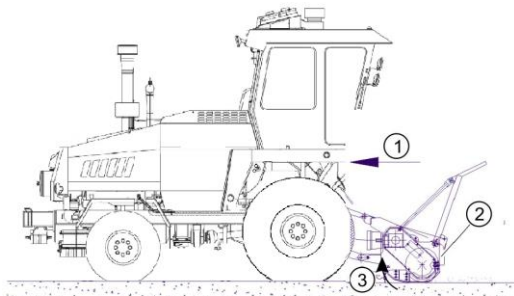

Рис. 49. Работа тяговым движением
- Полностью закройте заслонку системы дополнительного измельчения (Рис. 49).